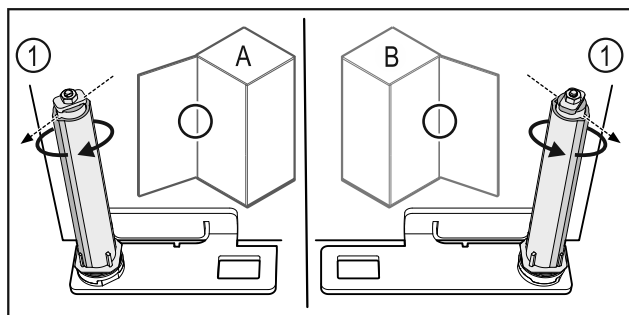

Fig. 60 Lewy ogranicznik (A) / prawy ogranicznik (B)
- ▶ Przekręcić system blokujący w kierunku przeciwnym do oporu, aż pręt systemu blokującego Fig. 60 (1) będzie skierowany na zewnątrz.